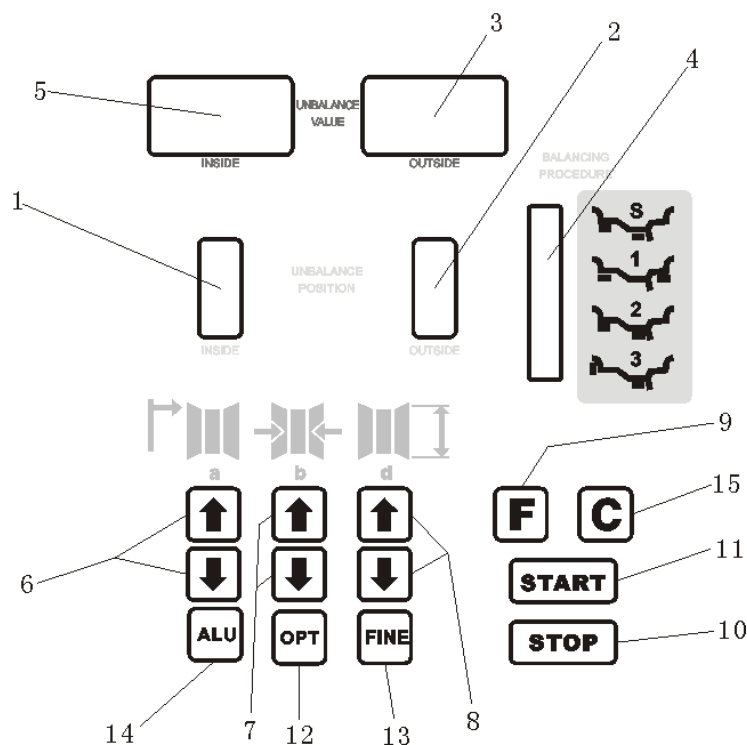

Рисунок 5-1
Медленно вращайте колесо до тех пор, пока точечный светодиодный индикатор (рис. 5-1 (1)) с левой стороны не загорится полностью. Прикрепите соответствующий грузик в позицию 12 часов с внутренней стороны диска в соответствии с рисунком 7-3;
Медленно вращайте колесо до тех пор, пока точечный светодиодный индикатор (рис. 5-1 (2)) с правой стороны не загорится полностью. Прикрепите соответствующий грузик в позицию 12 часов с внутренней стороны диска в соответствии с рисунком 7-4;
Медленно вращайте колесо до тех пор, пока точечный светодиодный дисплей (рис. 5-1 (1)) с левой стороны не покажет место, куда надо прикрепить грузик (позиция 12 часов). Прикрепите соответствующий грузик в указанную позицию с внутренней стороны диска в соответствии с рисунком 7-5;
Медленно вращайте колесо до тех пор, пока точечный светодиодный дисплей (рис. 5-1 (2)) с правой стороны не покажет место, куда надо прикрепить грузик (позиция 12 часов). Прикрепите соответствующий грузик в указанную позицию с внешней стороны диска в соответствии с рисунком 7-5.
Медленно вращайте колесо до тех пор, пока точечный светодиодный дисплей (рис. 5-1 (1)) с левой стороны не покажет место, куда надо прикрепить грузик (позиция 12 часов). Прикрепите соответствующий грузик в указанную позицию с внутренней стороны диска в соответствии с рисунком 7-6;
Медленно вращайте колесо до тех пор, пока точечный светодиодный дисплей (рис. 5-1 (2)) с правой стороны не покажет место, куда надо прикрепить грузик (позиция 12 часов). Прикрепите соответствующий грузик в указанную позицию с внешней стороны диска в соответствии с рисунком 7-6.
Медленно вращайте колесо до тех пор, пока точечный светодиодный дисплей (рис. 5-1 (1)) с левой стороны не покажет место, куда надо прикрепить грузик (позиция 12 часов). Прикрепите соответствующий грузик в указанную позицию с внутренней стороны диска в соответствии с рисунком 7-7;
Медленно вращайте колесо до тех пор, пока точечный светодиодный дисплей (рис. 5-1 (2)) с правой стороны не покажет место, куда надо прикрепить грузик (позиция 12 часов). Прикрепите соответствующий грузик в указанную позицию с внешней стороны диска в соответствии с рисунком 7-7.